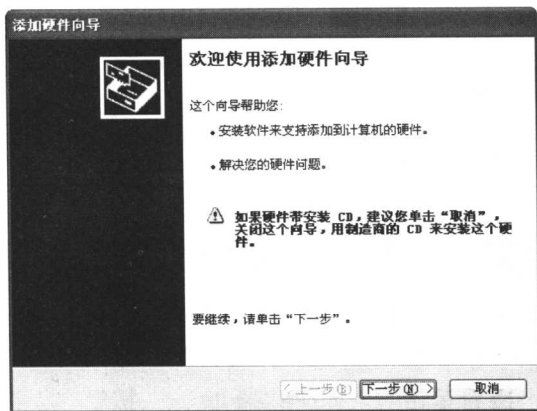
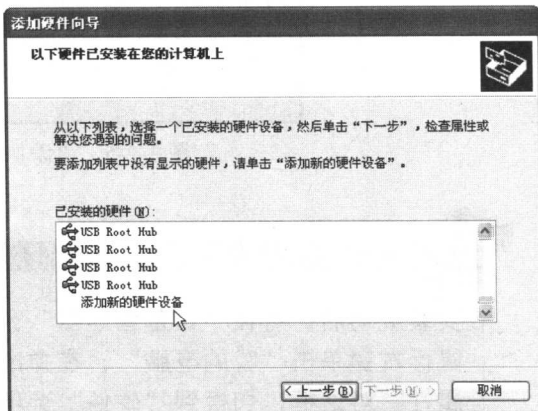

图 1-2-1 “添加硬件向导”对话框 1
图 1-2-2 “添加硬件向导”对话框 2
(1) 单击 Windows 系统的 **开始** 按钮弹出“开始”菜单，然后单击其中的“控制面板”命令打开“控制面板”窗口。
(2) 双击“控制面板”中的“添加硬件”选项，打开如图 1-2-1 所示的“添加硬件向导”对话框 1，依次单击底部的 **下一步(N) >** 按钮，当向导更新为如图 1-2-2 所示的对话框 2 时，单击其中的“添加新的硬件设备”选项，然后再单击 **下一步(N) >** 按钮，向导将会自动更新。